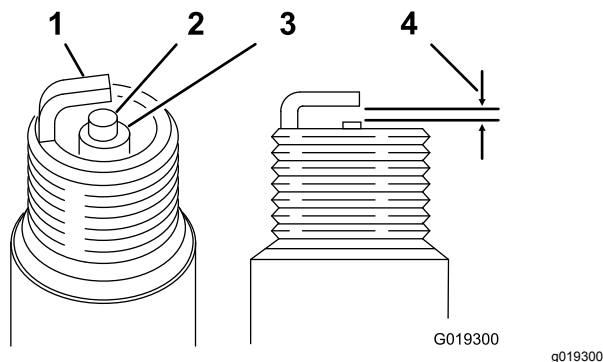

图44
5. 对于每个火花塞将中心电极与侧电极之间的空隙设置为 0.76mm请参阅 图44。安装每个已设定正确空隙、带密封垫片的火花塞并将火花塞拧紧至 22N·m。